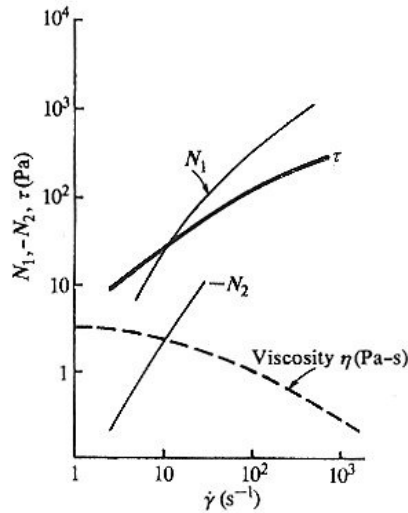

FIG. 1: Courbes de la viscosité  $\eta(\dot{\gamma})$  et du coefficient  $\psi_1(\dot{\gamma})$  de différence des contraintes normales.
5. Ces prédictions sont-elles réalistes ? Comparer les aux données de la FIG. 1. Proposer une valeur adéquate du paramètre 'a' qui permette un bon ajustement.